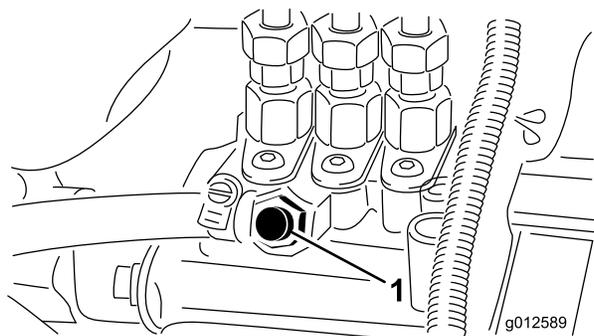

Рисунок 31
5. Выверните винт стравливания воздуха на насосе для впрыска топлива (Рисунок 31).